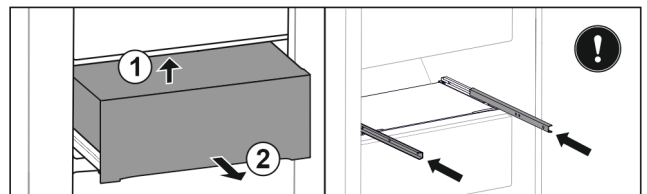

Fig. 41
- ▶ Поднимите выдвижной ящик сзади снизу Fig. 41 (1).
- ▶ Извлеките движением вперед Fig. 41 (2).